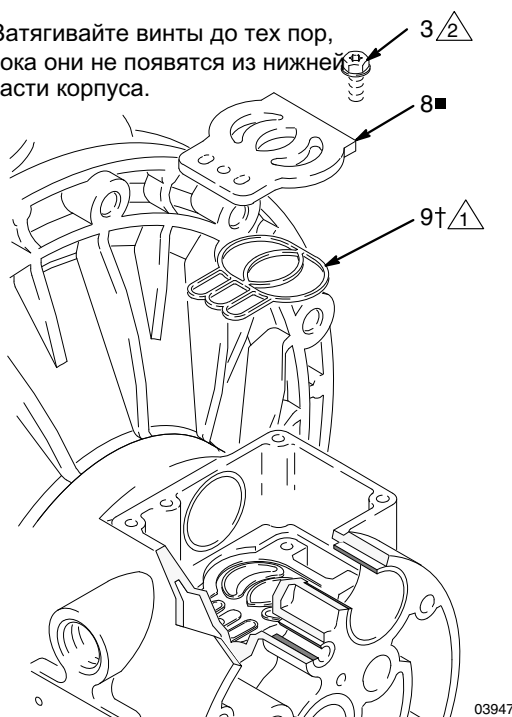

Рис. 9
5. Осмотрите пластину (8) клапана, не снимая ее. Если пластина повреждена, выкрутите три винта (3) с помощью отвертки Torx (T20) или торцового ключа на 7 мм (9/32 дюйма). Снимите пластину клапана (8) и (для моделей с центральным корпусом из алюминия) извлеките уплотнение (9). См. раздел Рис. 9.
2. Для моделей с корпусом из алюминия вставьте сальниковое уплотнение пластины клапана (9†) в паз на нижней стороне углубления клапана. Скругленная сторона сальникового уплотнения должна быть направлена вниз в паз. См. раздел Рис. 9.
3. Установите пластину клапана (8■) в углубление. В моделях с корпусом из алюминия пластина является двухсторонней, так что любая сторона может быть обращена вверх. Ввинтите три винта (3) с помощью отвертки Torx (T20) или торцевого ключа на 7 мм (9/32 дюйма). Затягивайте винты до тех пор, пока они не появятся из нижней части корпуса. См. раздел Рис. 9.